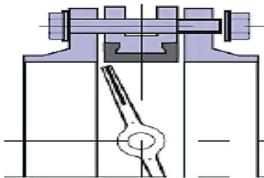

Рис. 4
- Перед началом монтажа диск поворотного затвора необходимо немножко приоткрыть, но так, чтобы диск не выходил за корпус дискового поворотного затвора (рис. 4).